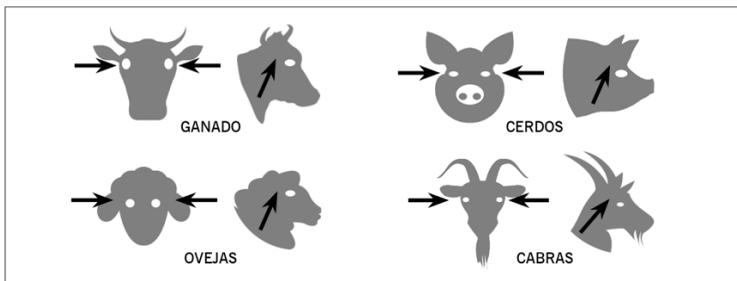

Fig. 6. Lugares de apretar electrodos a la cabeza del animal
3. Coloque los electrodos de ambos lados de la cabeza del animal, de manera que cada electrodo se encuentre entre ojo y oreja del animal (Fig. 6).